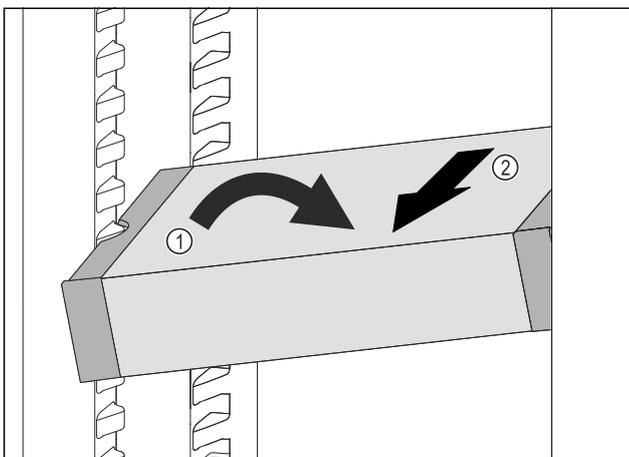

Fig. 93
- ▶ VarioSafe im Kühlteil schräg stellen. Fig. 93 (1)
- ▶ VarioSafe nach vorne entnehmen. Fig. 93 (2)